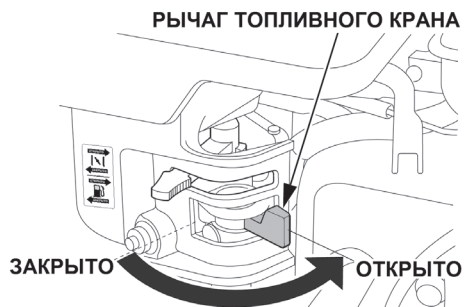

Рис. 23 Рычаг топливного крана
4. Откройте топливный кран переводом рычага вправо (Рис. 23).